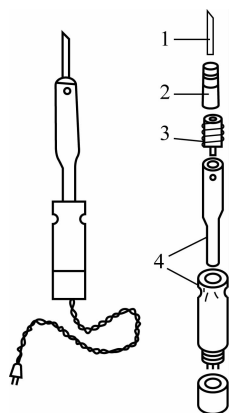

图 3-12 外热式电烙铁的外形及结构
(1)外热式电烙铁。外热式电烙铁通常有 25 W、45 W、75 W、100 W、150 W、200 W 和 300 W 等多种规格,其外形及结构如图 3-12 所示,由烙铁头、传热筒、烙铁芯和支架等组成。